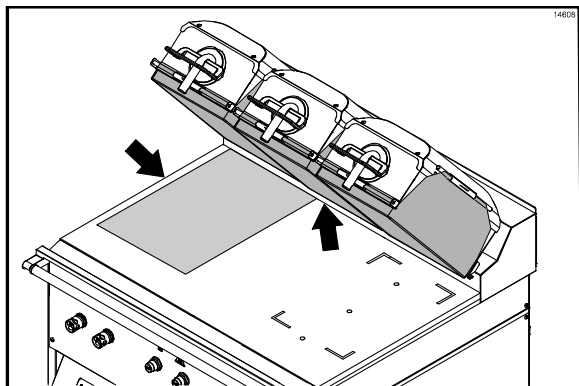

Figure 17
8. L'extrémité la plus étroite de la feuille de protection face à l'arrière du grill, saisir la feuille de protection par les côtés, à environ 2,5 cm de chaque extrémité. Aligner le bord arrière de la feuille de protection avec le dossier et le bord latéral du grill (Cf. Figure 17).